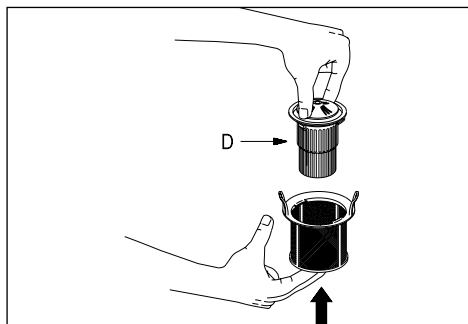

fig 16b
- Retirez le microfiltre (D) de son support en poussant vers le haut (voir fig. 16b).